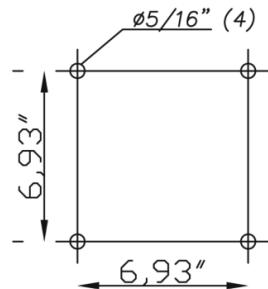

Fig. 2
- Comprobar que el techo aguanta el peso de la campana. Realizar los 4 orificios en el techo usando una broca de 5/6" e insertar los tacos. (Fig. 2).
- Marcar en la pared la posición del soporte E (Fig. 2), según cotas y especificaciones de la plantilla adjunta.
- Colocar el tubo A (Fig. 2), con la parte telescopica B deslizada en su interior, asegurando que la pletina D (Fig. 2) quede correctamente fijada al soporte E (Fig. 2).